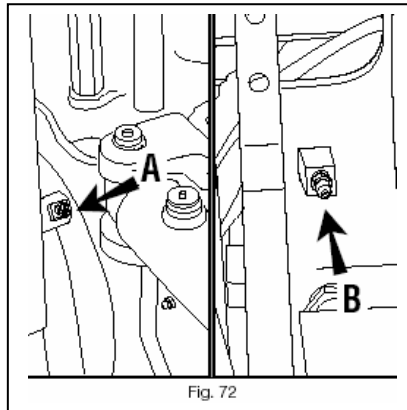

Fig. 72
- Løsn de forreste udluftninger **A** og de bageste udluftninger **B** (fig. 72), en halv